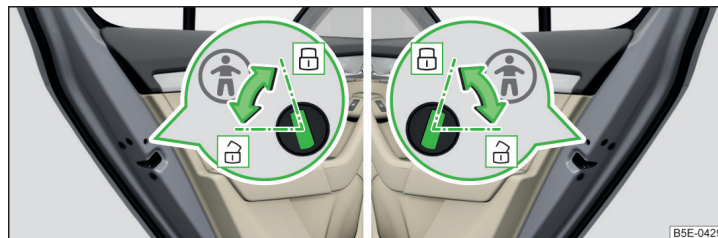

Abb. 57 Hintertür: Kindersicherung ein- / ausschalten
- Zum **Einschalten** die Sicherung mit dem Fahrzeugschlüssel in die Position drehen » Abb. 57.